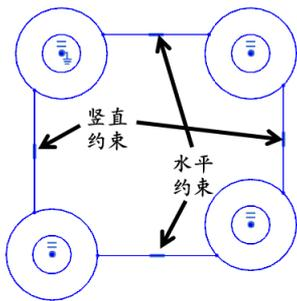

图 3-41 竖直和水平约束
(5) 创建水平约束和竖直约束。选择左侧的直线，然后选择右键快捷菜单中的“竖直”约束，为该直线创建竖直约束。利用同样的方法，分别为其他 3 条直线添加竖直或水平约束，得到的图形如图 3-41 所示。